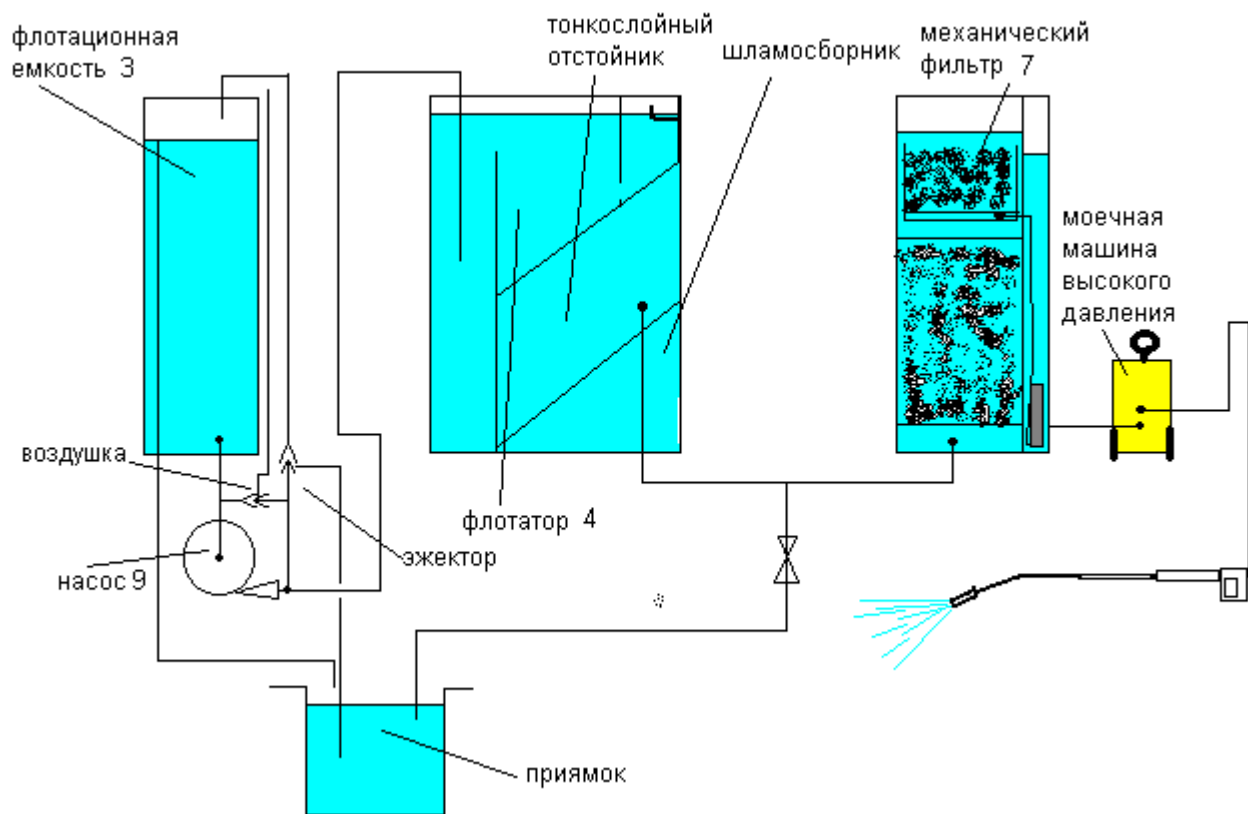

Рис. 6.1.
6.1. Принципиальная схема установки УКО®-2П приведена на рис. 6.1.